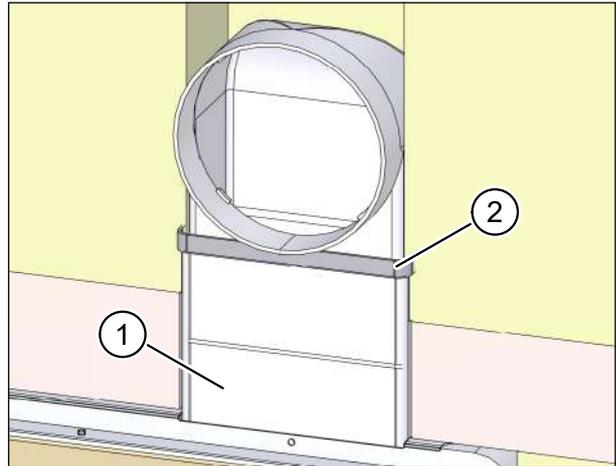

Abb. 56: Flachkanalverbindungen mit Dichtband fixieren
- ▶ Setzen Sie ein Formstück, z. B. den Flachkanal-Verbinder M-WRG-FK-V, Art.-Nr. 5591 (Pos. 1 in Abb. 56), in die Öffnung am Mauerkasten ein.
- ▶ Setzen Sie das erste Teilstück des Flachkanals in das Formstück, z. B. den Flachkanal-Verbinder M-WRG-FK-V, Art.-Nr. 5591, am Mauerkasten ein und dichten Sie die Verbindungsstelle mit Dichtband ab (Pos. 2 in Abb. 56).